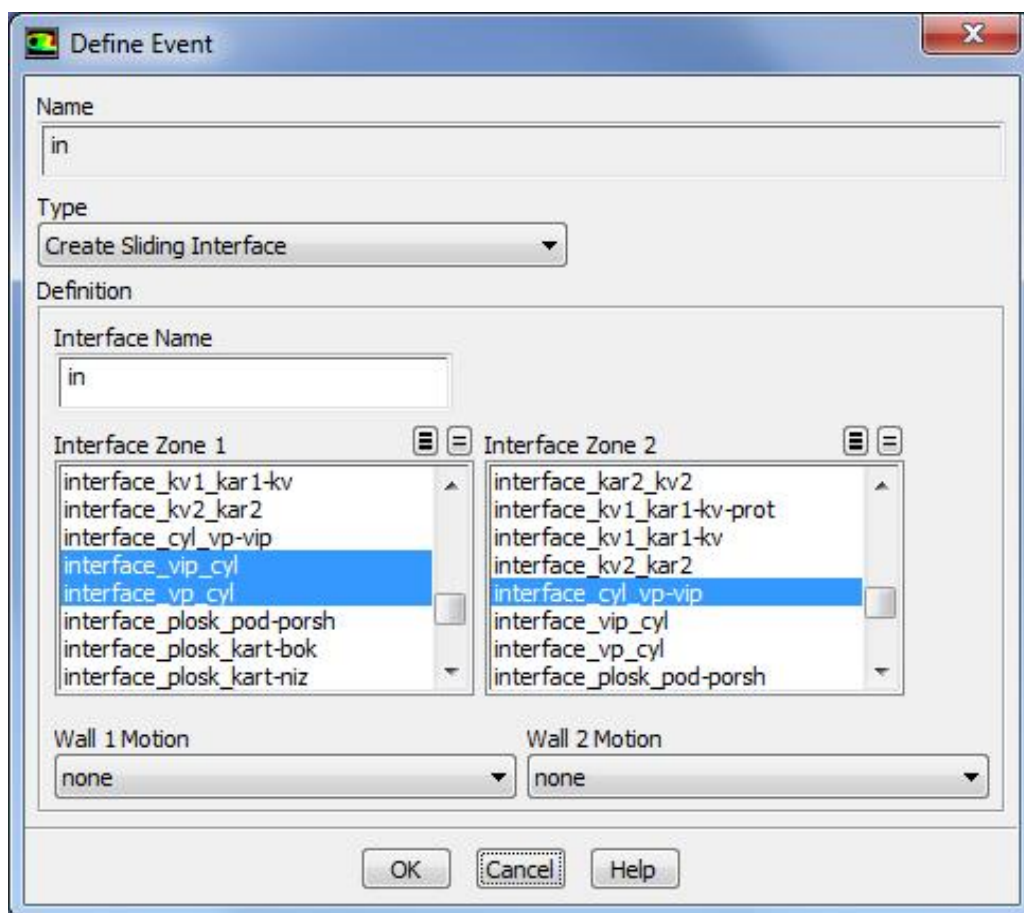

Рисунок 1.31 – Меню определения событий (*Define Event*)
- д) После этого следует нажать клавишу *Define* для открытия окна *Define Event* (рисунок 1.31).